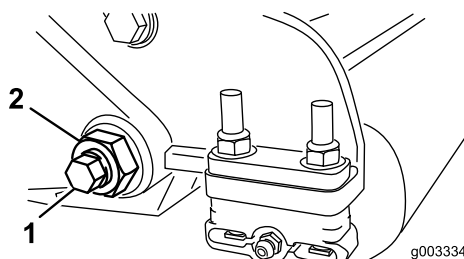

Figura 25
3. Su ciascun lato della macchina, allentate il dado di bloccaggio che fissa il bullone della barra di appoggio (Figura 25).
4. Togliete ciascun bullone della barra di appoggio consentendo alla barra di appoggio di essere tirata verso il basso e rimossa dal bullone della macchina (Figura 25).